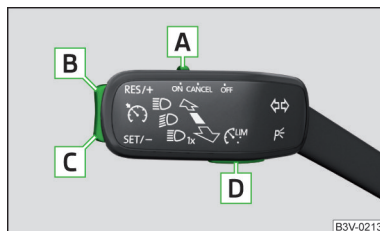

Fig. 289
Vista general del sistema regulador de la velocidad del GRA » fig. 289
- Pulsando la tecla **D** » fig. 289.
- Al pulsar la tecla **D** » fig. 289 durante la regulación, se cancelará y se activará el dispositivo de limitación de velocidad.